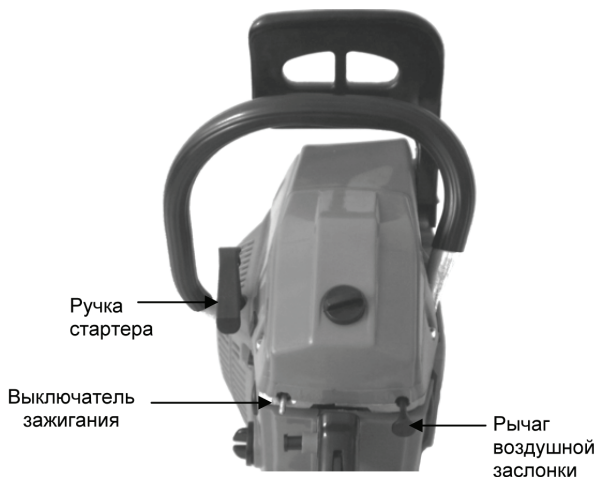

Рис. 11
1. Закройте воздушную заслонку (если двигатель холодный), для этого потяните рычаг воздушной заслонки на себя (Рис. 11).